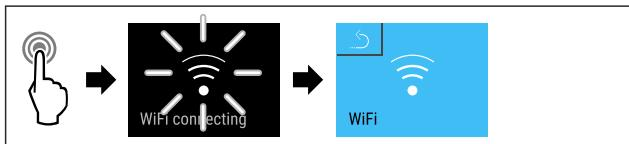

Fig. 118
- Seguir los pasos de procedimiento (consulte Fig. 118).